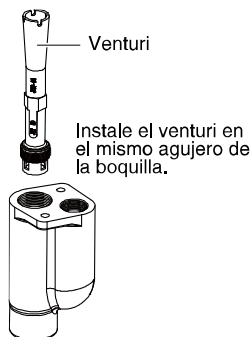

Figura 4
4. Instale el venturi en el cuerpo del eyector. El venturi se enrosca en el segundo juego de roscas en la toma de descarga del eyector (se enrosca por encima de la boquilla). El extremo del venturi saldrá fuera de la toma cuando se haya instalado. (consulte la Figura 4).